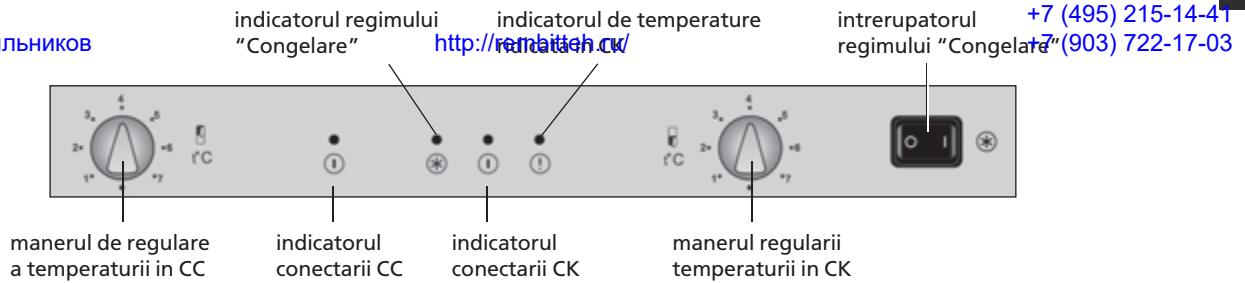

Figura 4 – Organele de conducere si indicare
2.1.1 Organele de comandă în conformitate cu figura 4 sunt:
2.1.2 Frigiderul dispune de indicatori luminoși în conformitate cu figura 4:
3.1.2 Conectarea camerei si regularea temperaturii in CF sau CK se efectueaza cu ajutorul manerelor (vezi figura 4). La prima conectare se recomanda a fixa fiecare maner la diviziunea "3" sau "4", intrerupatorul - la diviziunea "0".
intrerupatorului la diviziunea "1" – se aprinde indicatorul regimului, la tastarea la diviziunea "0" – regimul se deconecteaza si indicatorul se stinge in conformitate cu figura 4.